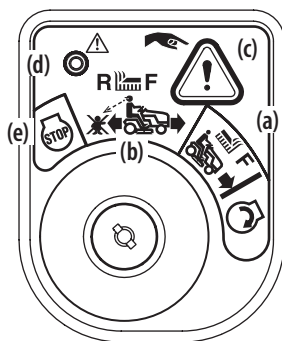

Figure 19
2. Déplacez la clé de la position DE TONTE NORMALE  (a) à la position MODE DE TONTE EN MARCHÉ ARRIÈRE  (b). Voir la Figure 19.
3. Appuyez sur le BOUTON-POUSOIR DE MARCHÉ ARRIÈRE (bouton triangulaire orange)  (c) dans le coin supérieur droit du module d'allumage. Le témoin lumineux rouge dans le coin supérieur gauche s'allume quand la marche arrière est embrayée. Voir la Figure 19.